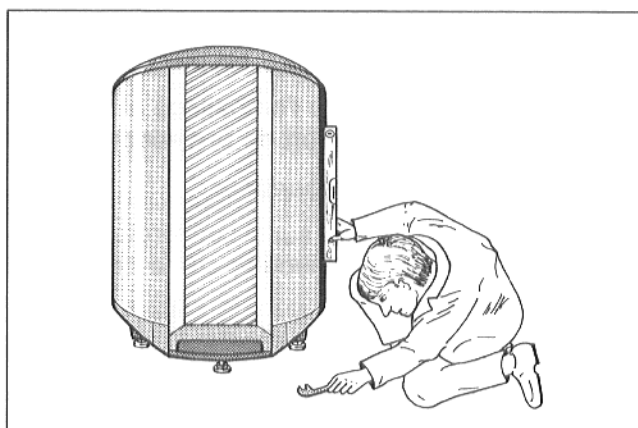

Fig. 6
- Mettre le préparateur d'aplomb en ajustant les pieds réglables à la verticale (fig. 6).